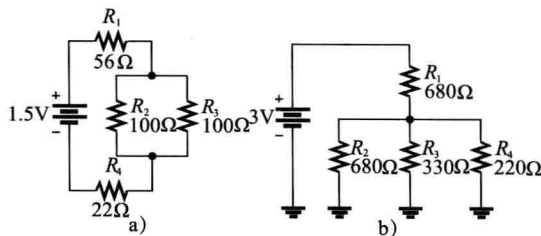

图 6-75
4. 在图 6-75 的每个电路中，从电源看过去，识别电阻的串并联关系。
7. 试求图 6-75 中每个电路的总电阻。
9. 试求图 6-75 所示的两个电路中流过每个电阻的电流,然后计算电压降。